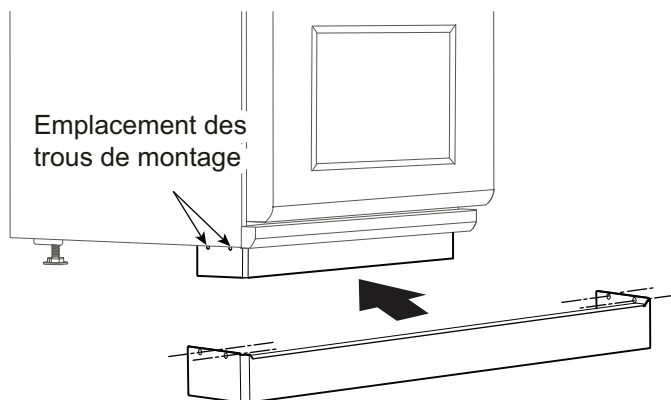

Figure 30 : Installation de la plinthe
- Enlevez les recouvrements des pattes. Pour ce faire, faites glisser la manche extérieure des recouvrements de pattes vers le bas, en enlevant les encoches extrudées de la base en aluminium (voir Figure 30).